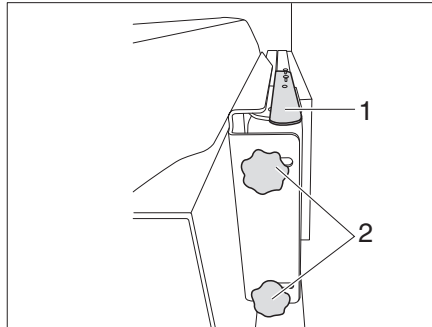

Fig. 132 Supporto con braccio snodato (variante 1)
- Spingere la leva (Fig. 132,1) verso il basso per sbloccare lo schermo piatto dall'arresto. Rilasciare la leva.
- Allentare le 2 viti a testa zigrinata (Fig. 132,2) e inclinare lo schermo piatto nella posizione desiderata. Riserrare le viti a testa zigrinata (Fig. 132,2).